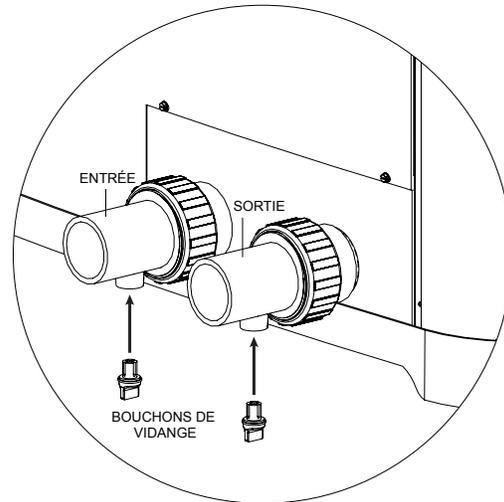

Figure 60. Bouchons des raccords de vidange
2. Alors que la pompe de la piscine est à l'arrêt, fermez les vannes d'arrêt externes et retirez les bouchons des raccords de vidange situés dans les raccords d'entrée et de sortie, afin de vidanger l'appareil. Voir Figure 60.